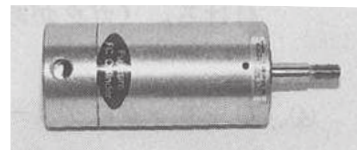

Fig.9
- ⑦ 締め付け治具で、シリンダの継目が密着するまで（ボンネットとシリンダ本体内のロックリング溝が互いに一致する位置まで）シリンダの両端面を平行に圧着する。
- ⑧ a) 作業台上で、ロックリングの歪みをハンマーで叩いて直線に直す。
- ⑨ ロックリング挿入孔にリングの丸い方の先端を挿入し、ハンマーでリング材の反対端を叩きながら、少しずつロックリング溝に沿って環状にリングを押し込む。
- ⑩ ロックリングの先端が挿入孔に現れたら、ドライバーでリングの後端をこじ下げてリング溝内に押し込む。
- ⑪ 締め付け治具を弛めてシリンダから取り外す。
- ⑫ ラベルをシリンダに貼りつけて、ロックリング挿入孔を覆う。(Fig.9)